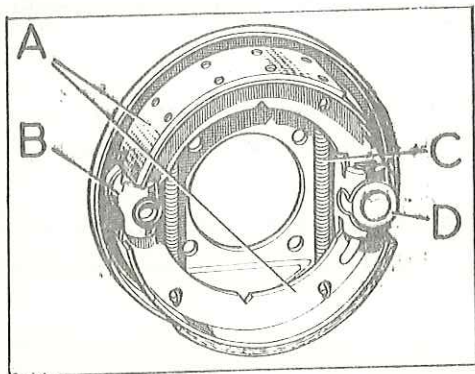

Fig. H-48 Posición de las zapatas
- 1.1. Quitar las dos zapatas, A (Fig. H-48) juntas, con su muelle de retroceso, C, separando aquellas al desenganchar los muelles.